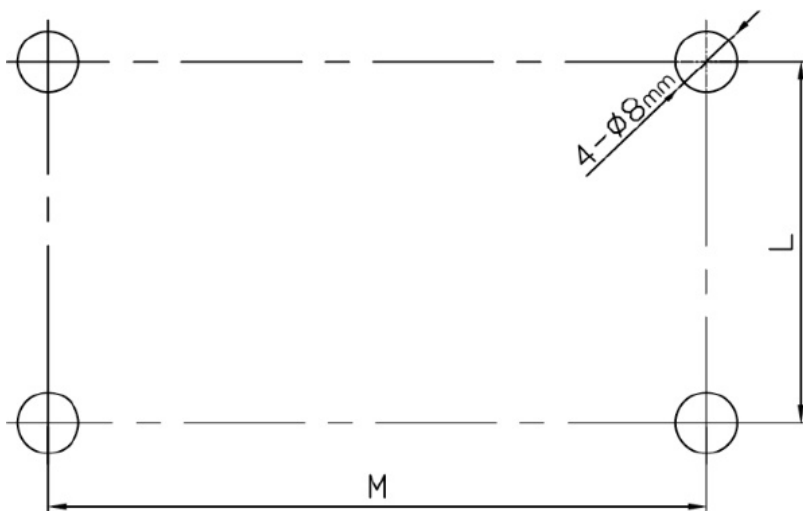

Fig 2
Montage et installation de l'appareil : (Fig. 2, 3 & 4)
1. Percez les trous dans le mur en suivant le schéma de la figure 2. Assurez-vous qu'ils soient tous de niveau.